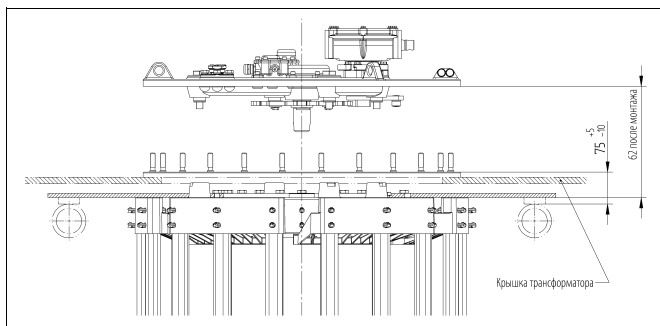

рис. 72
4) Используя распорки, достигнете такого положения, чтобы зазор между нижним краем опорного фланца и верхним краем монтажного фланца составлял 75 мм (рис. 72).